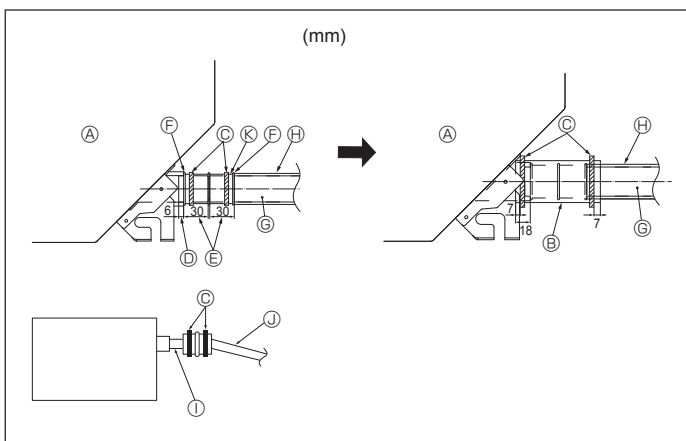

Fig. 5-2
1. Συνδέστε τον ακροσύνδεσμο αποχέτευσης (που παρέχεται μαζί με τη μονάδα) στο άνοιγμα αποστράγγισης. (Fig. 5-2)